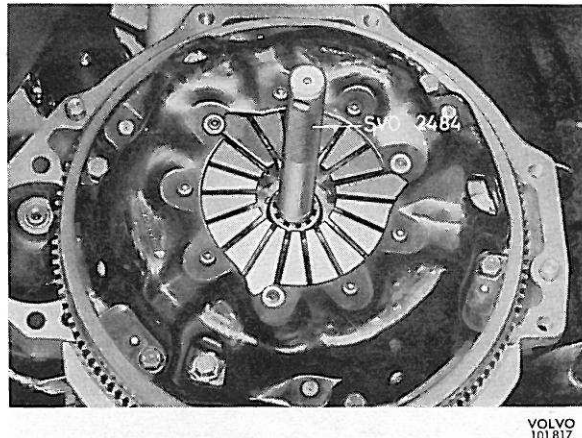

Figure 31. Repose de l'embrayage
1. Poser le disque d'embrayage (23, Planche A), côté le plus long du moyeu tourné vers l'arrière, ainsi que l'embrayage sur le volant et adapter l'outil de centrage SVO 2484 de telle manière que sa goupille de guidage s'engage dans le palier-guide du volant, figure 31.
3. Monter la fourchette de débrayage (33) dans le carter de volant et fixer la rotule d'articulation avec les vis.
4. Monter le carter de volant et la butée de débrayage (25).
5. Fixer le cylindre de commande (41) et raccrocher le ressort de rappel.
1. Poser le disque d'embrayage, côté le plus long du moyeu tourné vers l'arrière, ainsi que l'embrayage sur le volant et adapter l'outil de centrage SVO 2484 de telle manière que la goupille de guidage de ce dernier s'engage dans le palier-guide du volant, figure 31.